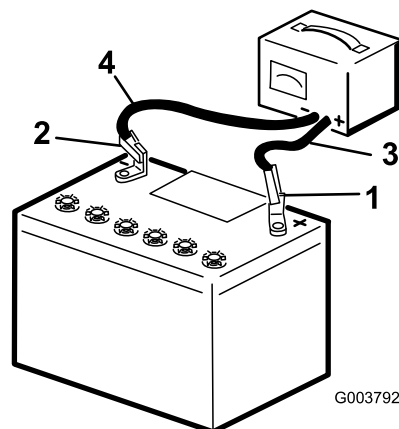

図 65
3. バッテリーのプラス端子にプラスケーブルを接続する 図 65。
4. バッテリーのマイナス端子にマイナスケーブルを接続する 図 65。
6. 充電が終わったら、充電器のプラグをコンセントから抜いてから、充電用のリード線をバッテリー端子から外す 図 65。